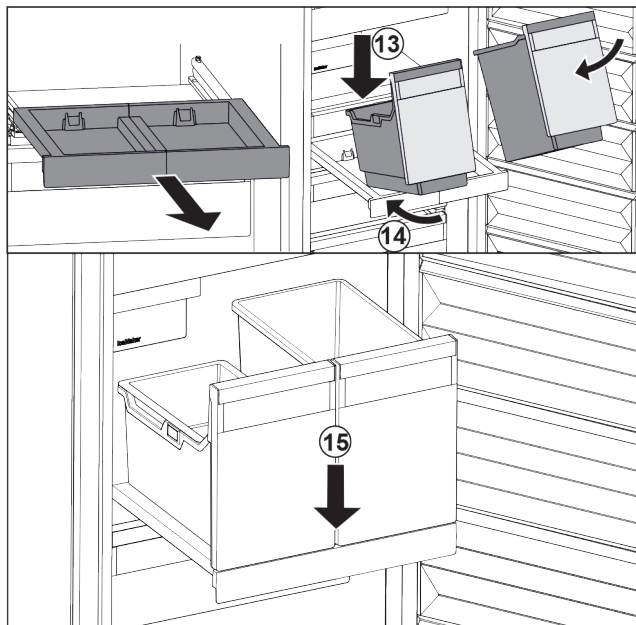

Fig. 86
- ▶ Așezați recipientele oblic pe raftul extractibil. Fig. 86 (13)
- ▶ Inșerați recipientul oblic spre partea posterioară. Fig. 86 (14)
- ▶ Depuneți recipientul în față. Fig. 86 (15)